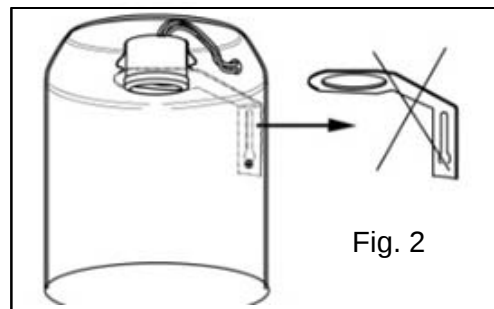

Fig. 2
2) Ajustez la position de la plaque de douille à sa hauteur maximale dans le boîtier. Si à cette hauteur maximale la distance de la douille à l'ouverture de la structure est moins de 3,75 po (95mm), détachez la douille de la plaque de douille (figure 2) et retirez la plaque.